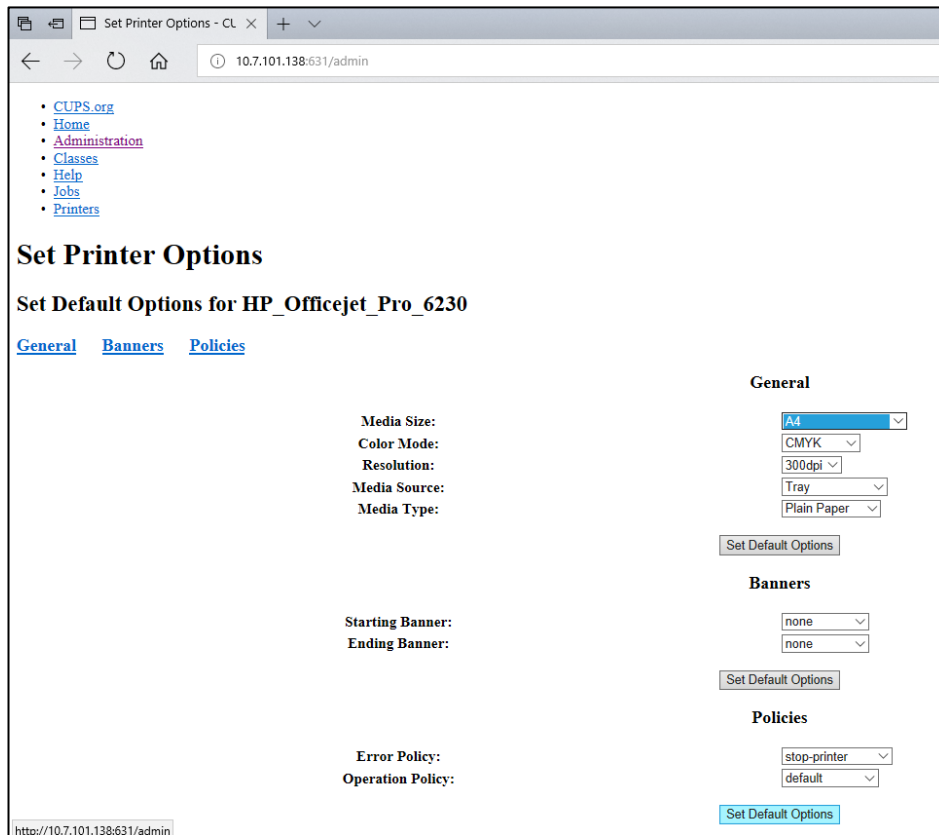

图 81. 选择正确的介质尺寸。
7. 选择正确的 Media Size (介质尺寸) (例如 “A4”) , 因为某些打印机在纸张格式错误时不会打印。接下来, 按下 Set Default Options (设置默认选项) 来保存选择 (图 81) 。